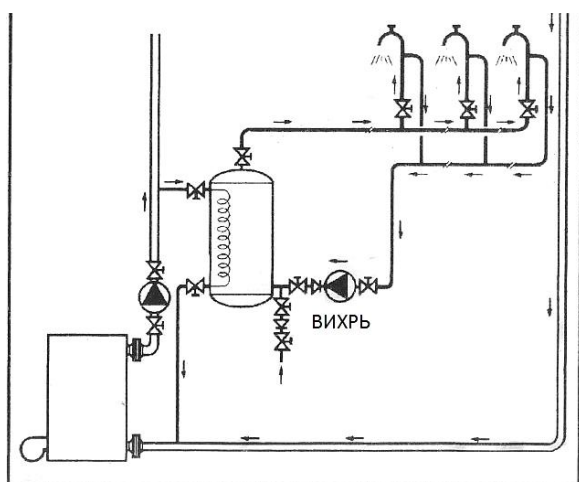

Рисунок 2
**ВНИМАНИЕ!** Циркуляционный насос следует устанавливать так, чтобы обеспечить положение оси вала насоса строго в горизонтальном положении, а клеммной коробки – сверху или с боку (рисунок.2).